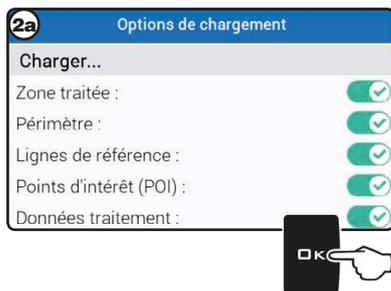

Fig. 166
- 2a Lorsqu'un « ancien » traitement est repris, le moniteur fournit les indications de guidage en utilisant les conditions actives au moment de la sauvegarde. En présence de la page-écran **Options de chargement** (activée au par. 11.8.9), vous pouvez choisir les informations à charger (Fig. 166).